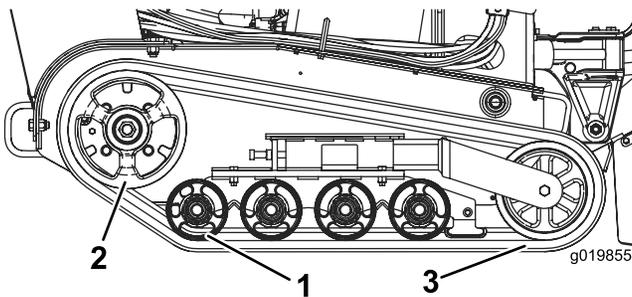

Figure 46
Important: Nettoyez soigneusement les galets de roulement et la roue d'entraînement (Figure 46). Les galets de roulement doivent tourner librement lorsqu'ils sont propres.
8. Pour installer une chenille neuve, commencez par l'enrouler autour de la roue d'entraînement, en vérifiant que les crampons s'engagent correctement entre les entretoises sur la couronne (Figure 46).
9. Poussez la chenille sous et entre les galets de roulement arrière et central (Figure 46).